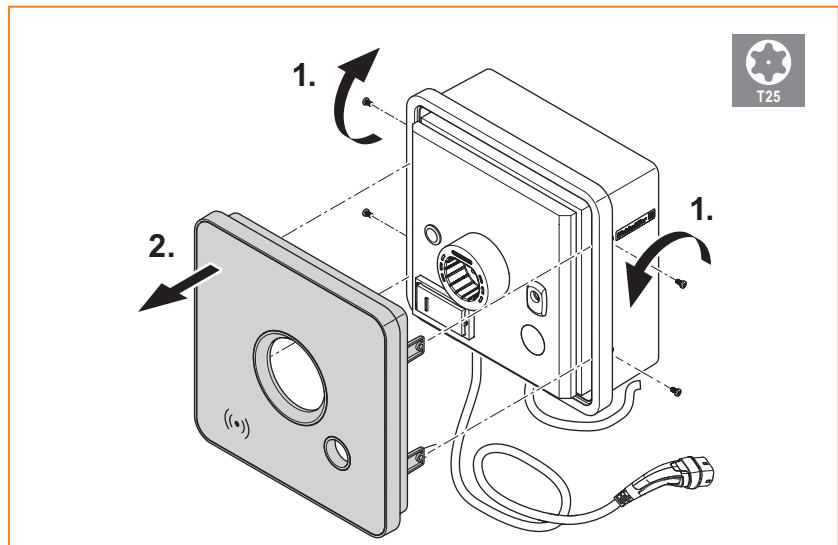

Bild 2 Gehäusedeckel vom Gehäuse abschrauben
- ▶ Entfernen Sie an beiden Seiten des Gehäuses die Befestigungsschrauben des Gehäusedeckels (siehe Bild 2).